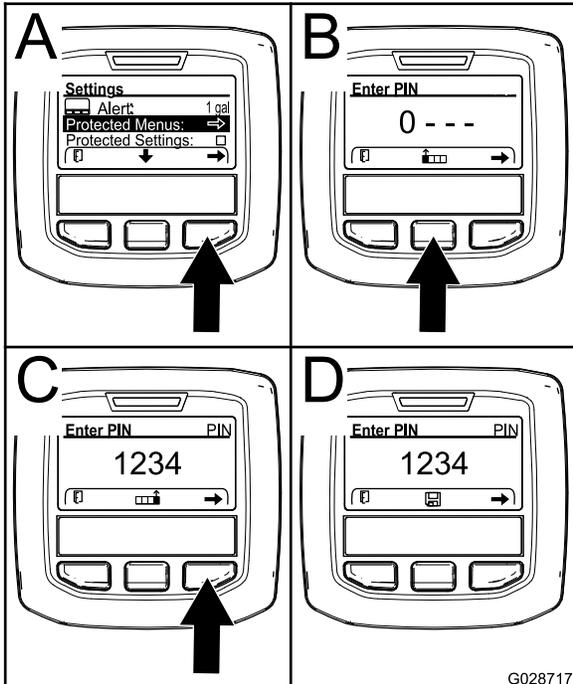

Figure 12
3. Appuyez sur le bouton de sélection droit pour sélectionner les menus protégés (A de Figure 12).
- Appuyez sur le bouton de sélection central (B de Figure 12) pour augmenter la valeur numérique (0 à 9).
- Appuyez sur le bouton de sélection droit (C de Figure 12) pour amener le curseur à la valeur numérique suivante à droite.
Remarque: L'icône de sauvegarde s'affiche alors au-dessus du bouton de sélection central (D de Figure 12).